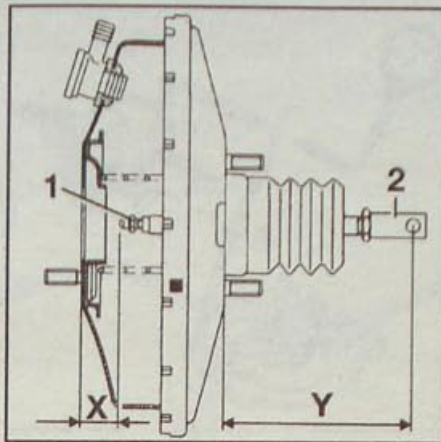

Рис. 12.18. Места проверки размеров перед установкой вакуумного усилителя тормозов:
толкателя «Х», которое должно составлять 22,3 мм. Если необходимо, отрегулируйте выступание вращением регулировочного болта (1, рис. 12.18).
- Установите главный тормозной цилиндр соосно с вакуумным усилителем так, чтобы регулировочный болт (1, рис. 12.18) толкателя входил внутрь корпуса главного тормозного цилиндра на требуемую глубину.
- Проверьте длину штока «Y», которая для двигателей Z-G8T должна равняться 193,5 мм, а для двигателей F – 198,5 мм (рис. 12.18). Для регулировки и установки требуемой длины штока вращайте вилку на его конце.